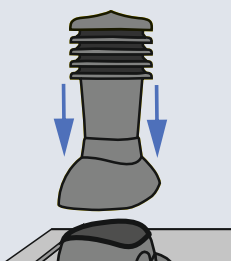
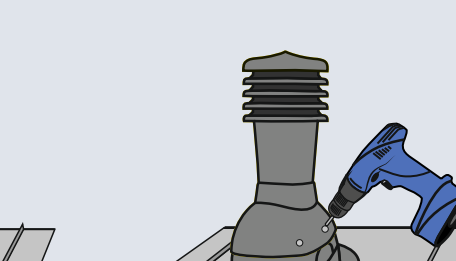

Rys. 4.
Rys. 5.
6. Zerwać taśmę zabezpieczającą uszczelkę butylową (Rys. 4.), następnie podstawę należy umieścić wokół wyciętego otworu i docisnąć, przytwierdzić za pomocą wkrętów typu farmer w następującej kolejności – górny wkręt, dolny wkręt oraz boki (Rys. 5.).